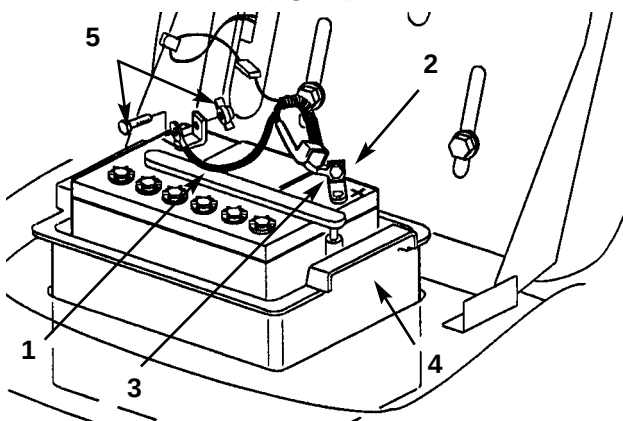

Fig. 20
3. Afbryd det negative (sorte) stekabel fra batteriklemmen (fig. 20).
4. Skub gummihætten op ad det positive (røde) kabel. Afbryd det positive (røde) kabel fra batteriklemmen (fig. 20).
4. Med bolten og vingemøtrikken forbind det negative (sorte) kabel med den negative (-) batteriklemme (fig. 20).